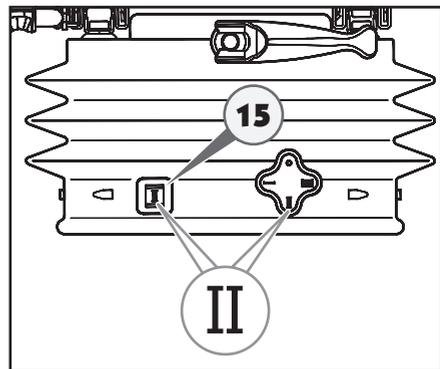

Abb. 4.57
Das korrekte Fahrergewicht ist eingestellt, wenn im Inspektionsfenster (15) die Höhenregelung erscheint, die im unteren Teil des Drehknopfs (13) zu sehen ist. Siehe Abb. 4.57.